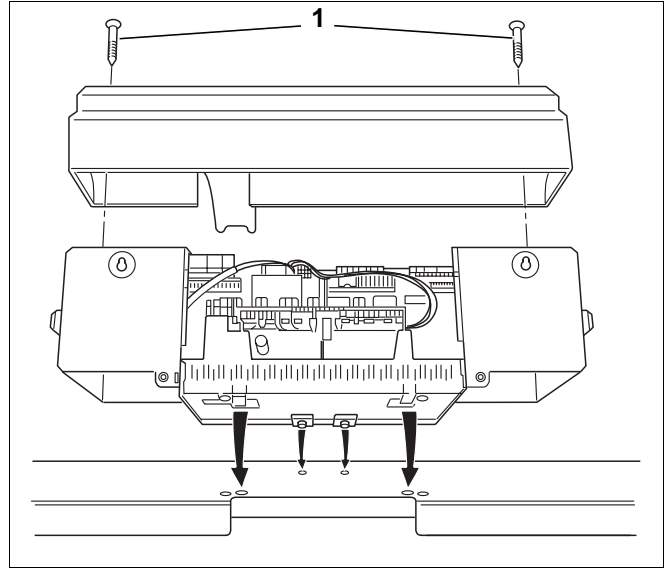

Abb. 23 Montage Regelgerät Logamatic 4311 / 4312
- Die beiden Blechschrauben (Abb. 23, **Pos. 1**) von oben aus der Klemmenabdeckhaube herausdrehen und Haube abnehmen.
- Regelgerät so aufsetzen, dass sich die Einschiebehaken vorne in die ovalen Bohrungen einführen, Regelgerät nach vorne ziehen und anschließend nach hinten abkippen, bis die beiden elastischen Haken rechts und links einrasten (Pfeile – Abb. 23).
- Klemmenabdeckhaube aufsetzen und mit 2 Blechschrauben verschrauben (Abb. 23).